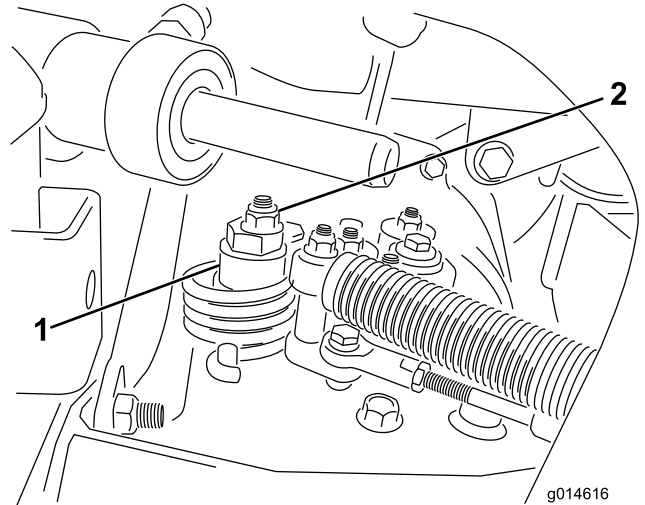

图 35
A. 松开将偏心螺栓固定到静液压泵顶部的螺母 图 35。
- C. 旋转偏心螺栓直到不再出现任何方向的缓慢前移。当轮子停止旋转时旋紧螺母锁定偏心螺栓和调整图 35。将油门移至慢速 和 快速 位置验证调节情况。